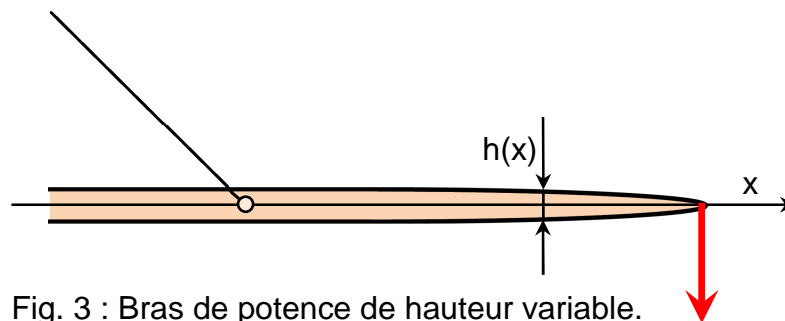

Fig. 3 : Bras de potence de hauteur variable.
- 2.13. Pour minimiser la masse de la poutre, sa hauteur h , pour $L < x < 2L$, n'est plus constante, mais variable en fonction de x (Fig. 3).